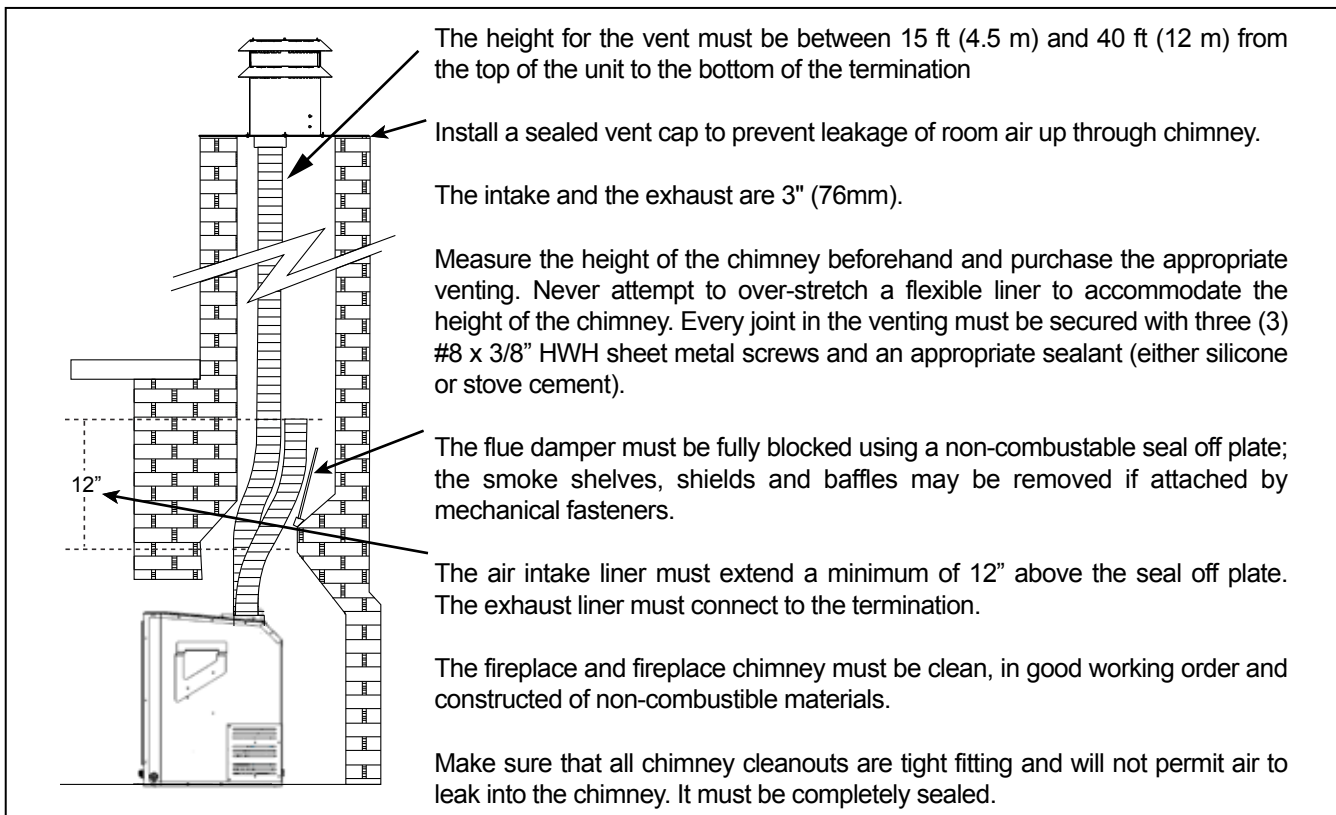

Figure 25: Installation de E44 DV .
1. Planifiez votre installation et les dégagements aux matériaux combustibles. Le E44 peut être installé et ventilé dans n'importe quel feu de combustible solide qui a été installé en conformité avec les nationaux, les codes du bâtiment provinciaux / d'État et locales et a été construit de matériaux non combustibles. Se référer également à l'installation initiale - Préparation de votre E44 pour l'installation et des autorisations aux sections Combustibles. Reportez-vous à la Figure 25 tout au long de l'installation.